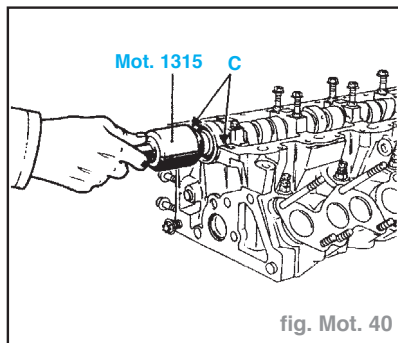

fig. Mot. 40
- La mise en place des joints d'arbre à cames se fait avec le **Mot.1315** (fig. Mot. 40).